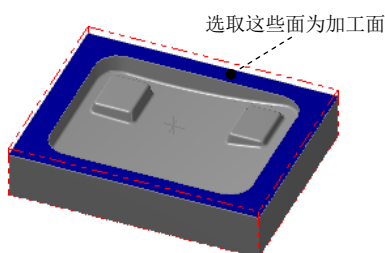
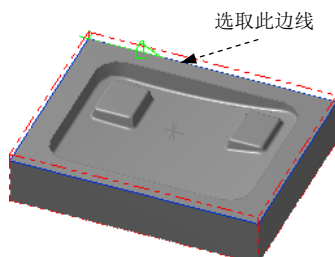

图 10.19 选取加工面
图 10.20 选取边界线
Step2. 设置加工区域。在图形区中选取图 10.19 所示的曲面，然后按 Enter 键，系统弹出“刀具路径的曲面选取”对话框。然后单击 **Containment boundary** 区域中的 按钮，选取图 10.20 所示的边线为边界。单击 按钮，然后单击“刀具路径的曲面选取”对话框的 按钮，系统弹出“曲面精加工平行铣削”对话框。